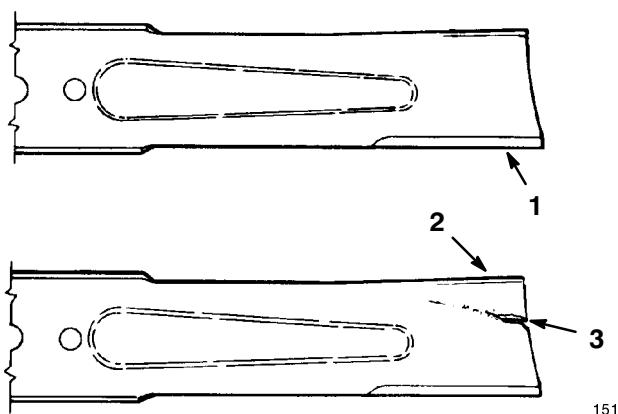

Figure 36
2. Inspectez les arêtes des lames (Fig. 36). Si elles ne sont pas tranchantes ou si elles présentent des indentations, déposez et aiguisez les lames (voir Aiguisage des lames, page 32).
3. Inspectez les lames, surtout la partie incurvée (Fig. 36). Remplacez immédiatement toute lame endommagée, usée ou qui présente une entaille (Fig. 36).